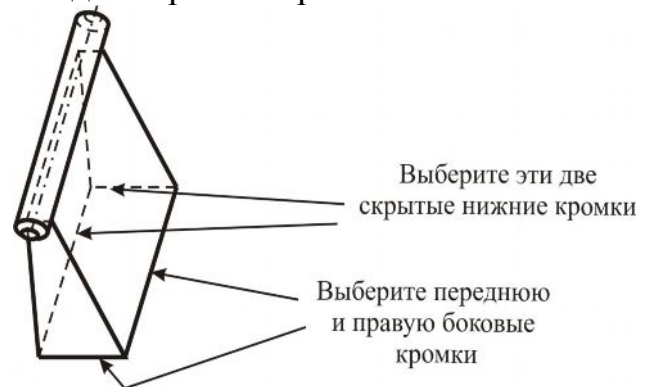

Рис.31. Выбор скрытых граней
5. Выберите переднюю и правую кромки в качестве кромок привязки (рис.31.).